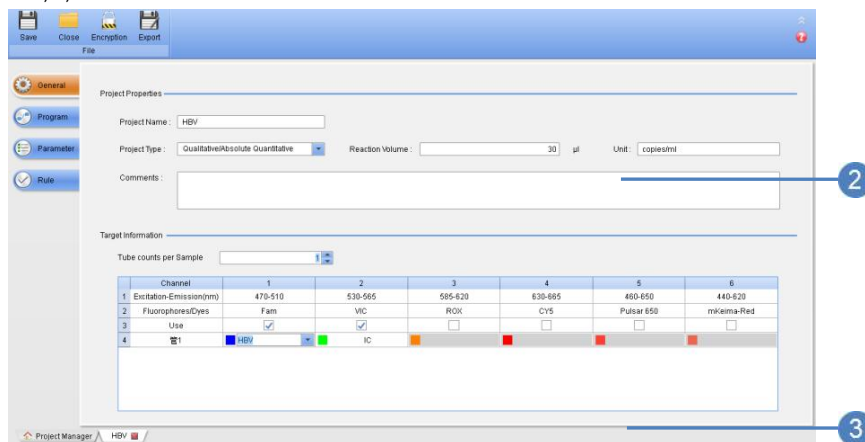

Fig 7-2
2. Apoi faceți clic pe **General** pentru a merge la următorul ecran (Fig 7-2). Introduceți „HBV” în **Numele proiectului** din domeniu; în **Tip de proiect** din meniul derulant, selectați **Calitativ/Absolut Cantitativ**. Introduceți „30” în **Volumul de reacție** din domeniu. Dacă este necesar, editați informațiile unității și comentariile.